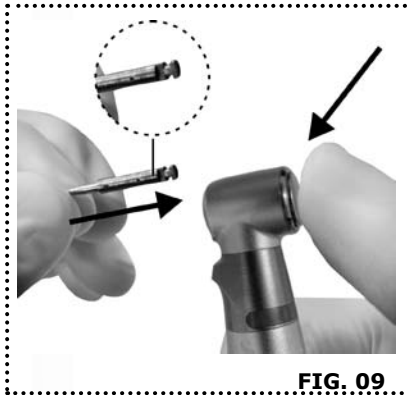

FIG. 09
**M** - Fixe a mangueira da linha de irrigação no cabo do micromotor, com auxílio dos grampos de fixação. *Fig. 09*
Encaixe a broca na guia e gire até travar no limitador. Em seguida pressione o botão da cabeça e desloque a broca até alcançar o fundo do limitador, soltando o botão da cabeça. *Fig. 09*